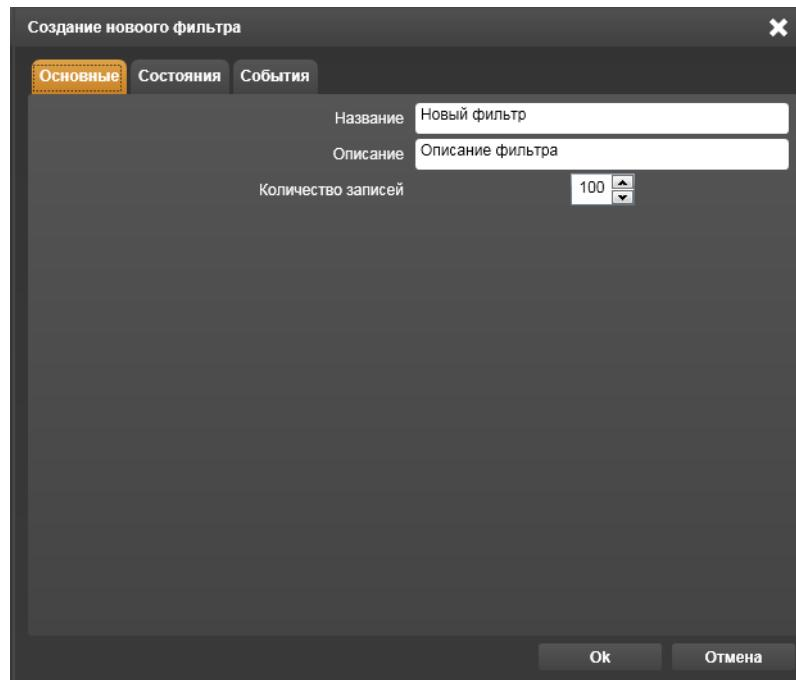

Рисунок 2.7.2 – Окно **Создание нового фильтра**, вкладка **Основные**
– Добавить позволяет пополнять список фильтров. Если щелкнуть на этой кнопке, откроется окно **Создание нового фильтра** (Рисунок 2.7.2). Это же окно открывается выбором функции **Добавить(Ctrl+N)** контекстного меню, вызываемого нажатием вспомогательной клавиши компьютерной мыши.